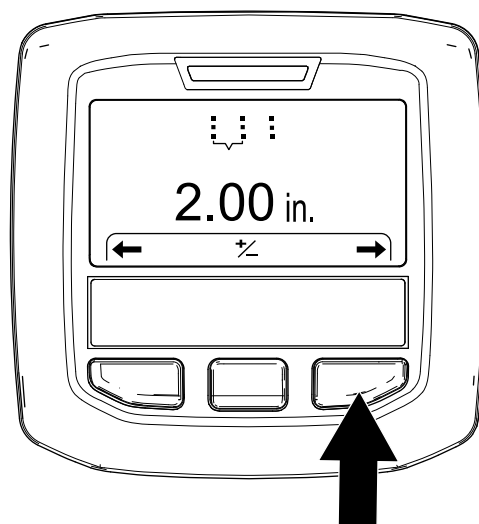

Figura 48
4. Apăsai butonul InfoCenter din dreapta pentru a afia ecranul Setting the Hole Spacing (Setare spaiere găuri) (Figura 48).
5. Apăsai butonul InfoCenter din dreapta pentru a afia ecranul Setting the Tine Diameter (Setare diametru dinte) (Figura 48).